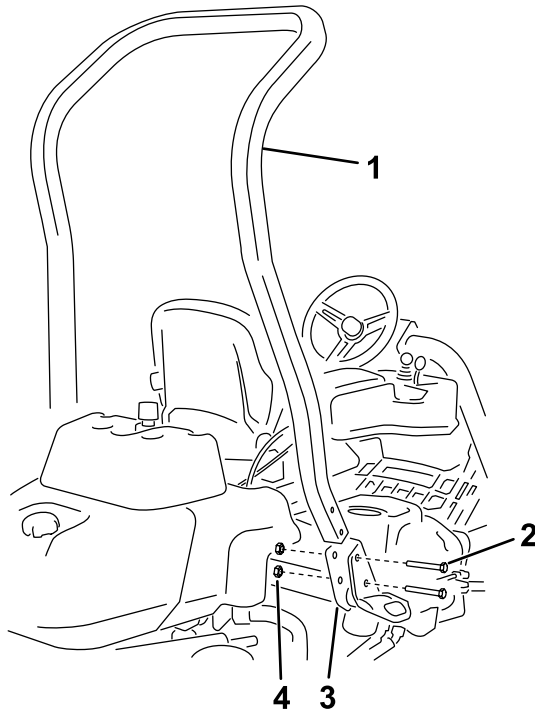

Bild 3
3. Befestigen Sie den Überrollbügel mit vier Schrauben (1/2" x 3 3/4") und vier Bundmutter (1/2") an den Halterungen für den Überrollschutz an jeder Seite der Maschine, wie in Bild 3 abgebildet.